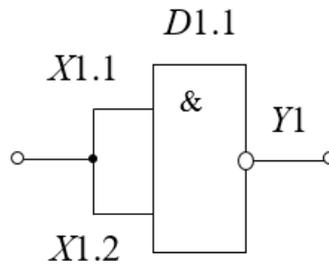

Рис. 2. Схема НЕ
7.1. Собрать схему НЕ на базе элемента 2И-НЕ (рис. 2).